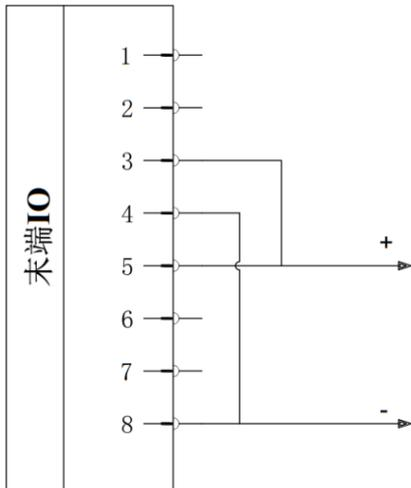

图 2-43: 双针模式 1 接线
2) 接线方法：如下图 2-43，将电源线（5 灰色）与 TI3/TO3/PWR2 线（3 绿色）连接，接地线（8 红色）与 TI2/TO2/GND2 线（4 黄色）连接。